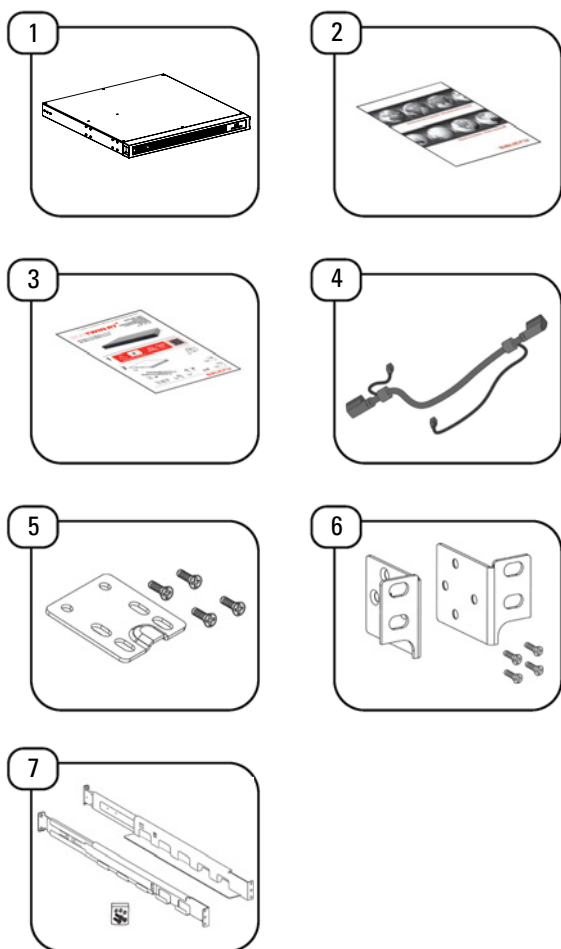

Fig. 9. Conteúdo da embalagem dos módulos de baterias (EBM).
2. Para instalar o equipamento num armário *rack*, é preciso utilizar as calhas laterais (incluída no equipamento) como suporte (item 9 da Fig. 9).
Ligar os módulos de bateria em série mediante os cabos de potência com RJ45 incorporado (item 4 Fig. 9), como mostra a seguinte figura:
Utilizar as placas de metal fornecidas (item 5 da Fig. 9) para unir os diferentes EBM ao UPS em caso de instalação em formato torre, como mostrado a seguir:
A ligação do módulo de baterias ao equipamento é realizada mediante uma mangueira fornecida como acessório no módulo de baterias (item 4 da Fig. 9).